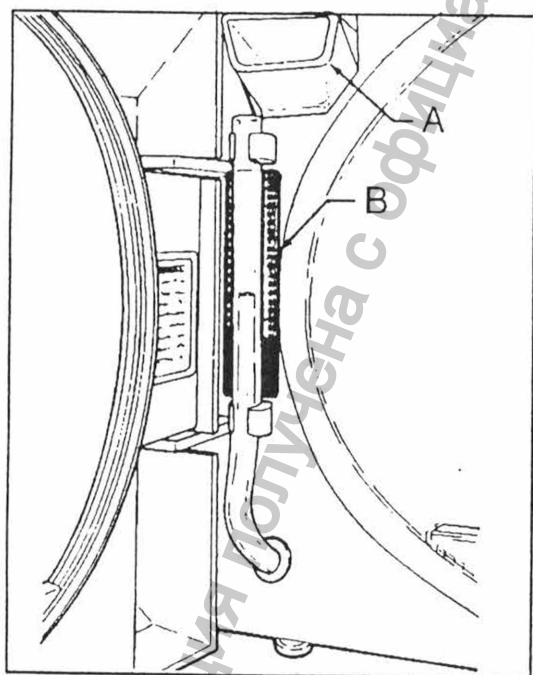

Рис. 3. Заполнение бачка водой
- откройте дверцу камеры и через горловину залейте бачок дистиллированной или опресненной водой до верхней части красной-зеленой метки (см. рис. 3);